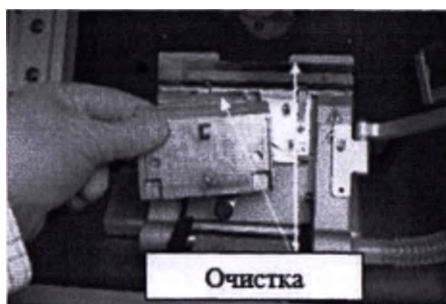

Рисунок 9.6
4. Приподнимите зажимную планку и вытяните ее из держателя лезвий (Рисунок 9.6).